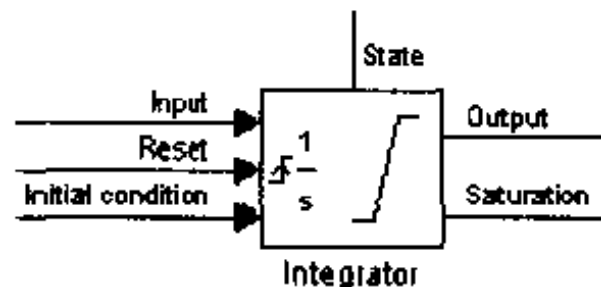

图 7.58 Integrator 模块端口图标全图
(5) 指定模块状态的绝对容限。当用户的模型包含了多个数量差别很大的模块状态时,必须定义绝对容限,因为模型可能没有提供足够有效的误差控制。在 Absolute tolerance 参数中输入一个数值可以定义一个 Integrator 模块状态的绝对容限。若模块有不只一个状态,则输入的数值适用于所有状态。欲知误差控制的更多信息,请参看“误差容限”。
(6) 选中所有选项。当所有选项都被选中时,模块的图标看起来如图 7.58 所示。